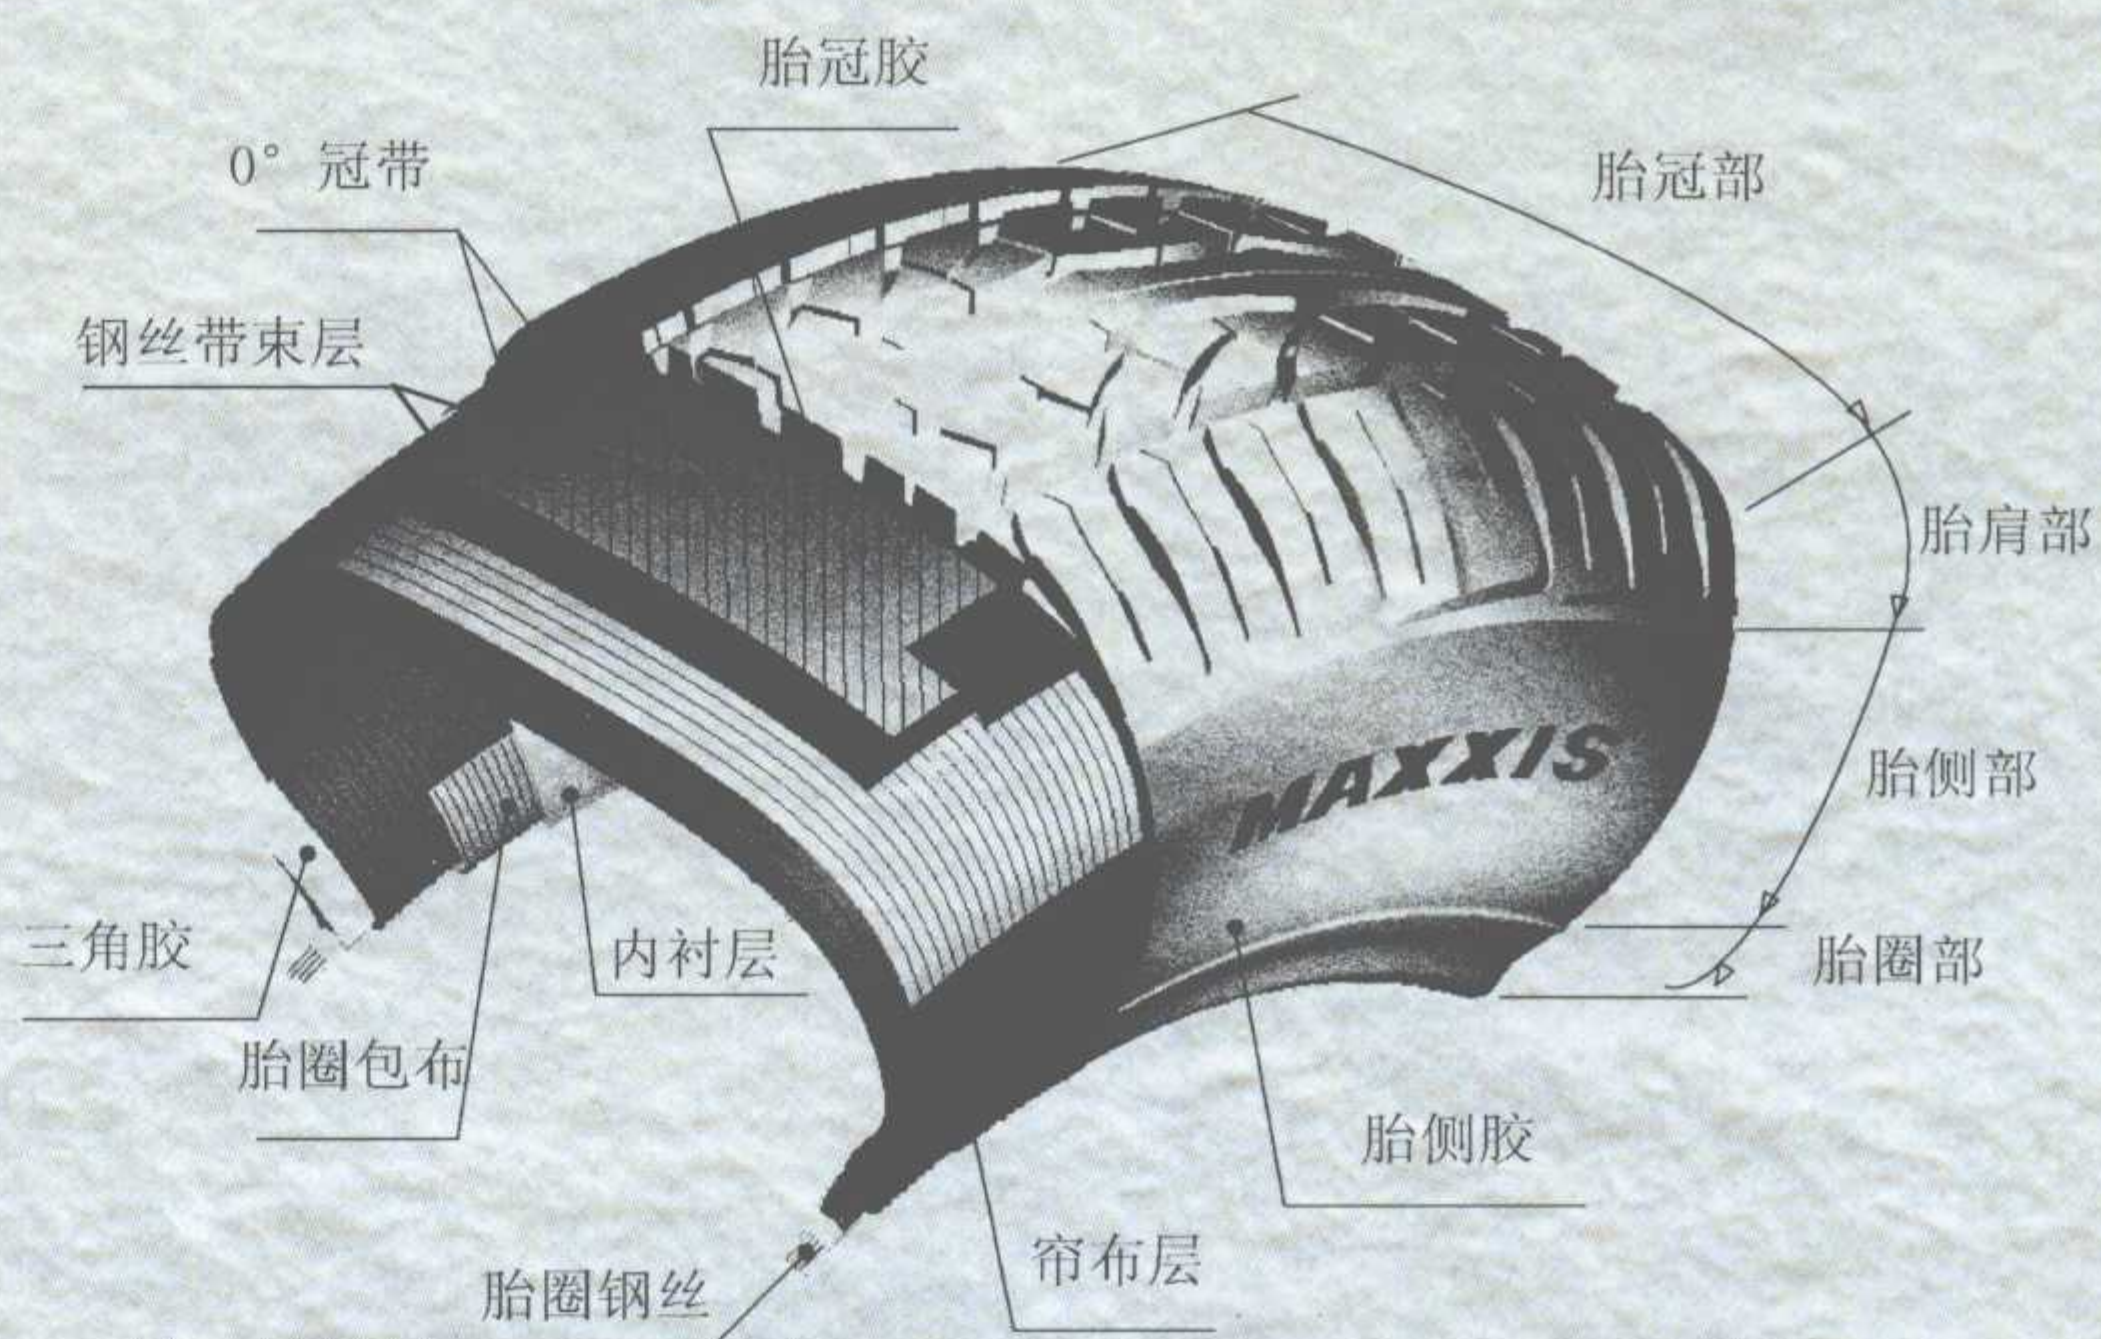

图 1-2-3
子午线轮胎胎体使用不同的骨架材料，最常见有两种子午线轮胎，(1) 全钢丝子午线轮胎：带束层和胎体层由钢丝帘布制造，一般为中型载重轮胎和轻型载重轮胎；(2) 半钢丝子午线轮胎：带束层由钢丝帘布制造，胎体层的材料为纤维帘布，如尼龙帘布、聚酯帘布等，一般为轻型载重和轿车轮胎。见图 1-2-3。